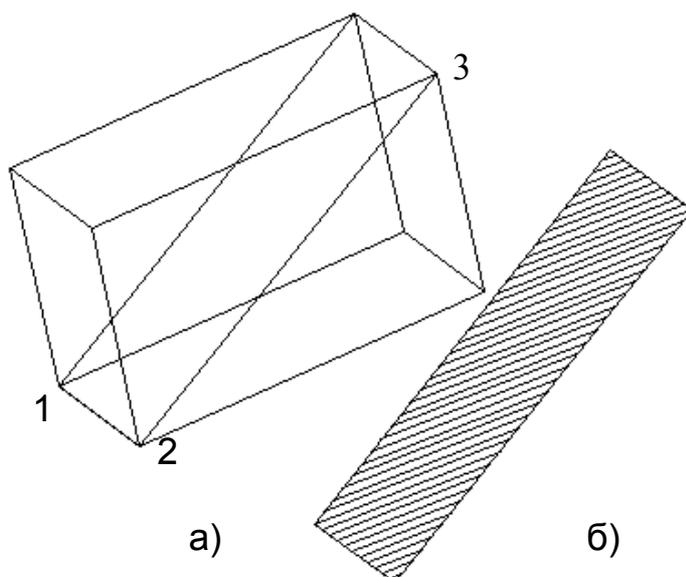

Рис. 6.10. Сечение тела плоскостью.
- указать объект, сечение которого необходимо построить - укажите объект (параллелепипед) (рис. 6.10а).
Полученный результат представлен на рис. 6.10а. Здесь сечение расположено на изображении тела параллелепипеда. На рис. 6.10б полученное сечение смещено и заштриховано.